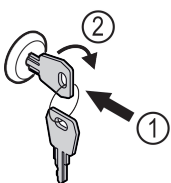

Fig. 191
- ▶ Włożyć kluczyk Fig. 191 (1).
- ▶ Przekręcić kluczyk o 90° w prawo Fig. 191 (2).